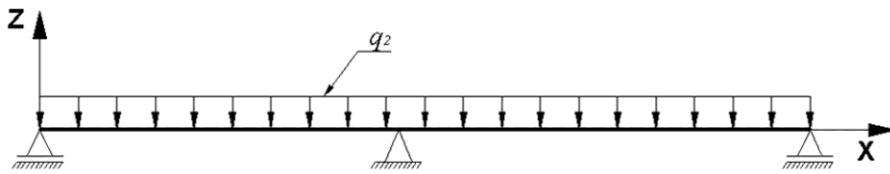

Рис.7.4. Схема загружения 2 балки
- загружение 2 – равномерно распределенная $q_2 = 0.3$ тс/м (рис.7.4);